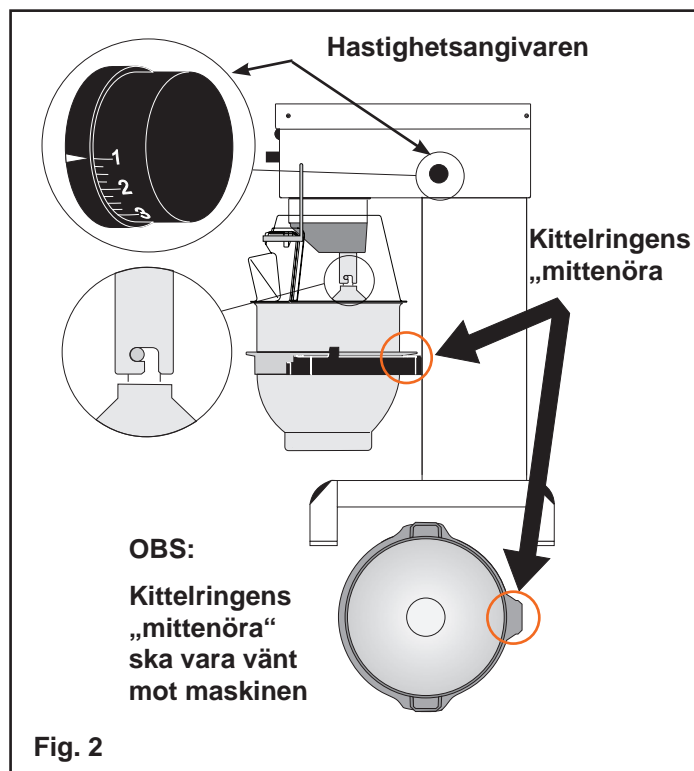

Fig. 2
- B** **Obs!** Kittelarmarna ska vara i lägsta möjliga läge. Placera kitteln i kittelarmarna. Se till att kitteln skjuts in så långt som möjligt i armarna och att kittelringens "mittenöra" är vänt inåt, mot maskinen (**fig. 2**). Placera mixningsverktyget i bajonettaxeln. Stiftet på verktyget ska skruvas hela vägen in i bajonethålet. Stäng säkerhetsskärmen.
- F** Tryck på  och  tills du når önskad hastighet. Hastigheten avläses på indikatorn på sidan av maskinen (**fig.2**). Se även "Rekommenderade maxhastigheter" (**fig.1**).